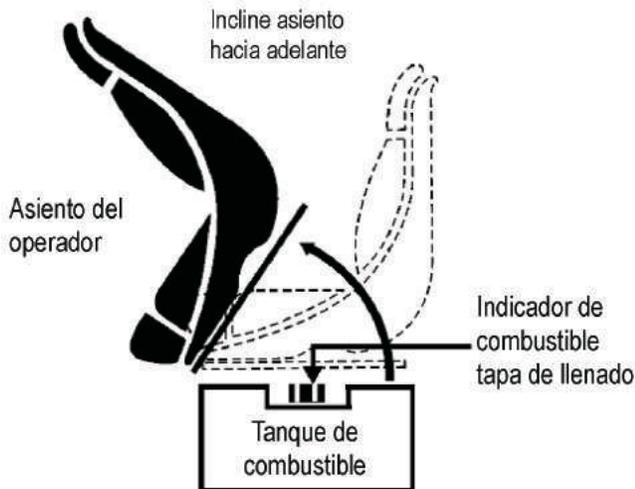

Figura 10. Acceso al Tanque de Combustible
2. Incline el asiento del operador (Figura 10) hacia adelante para obtener acceso al tanque de combustible.